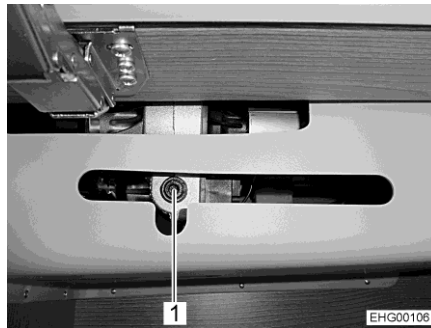
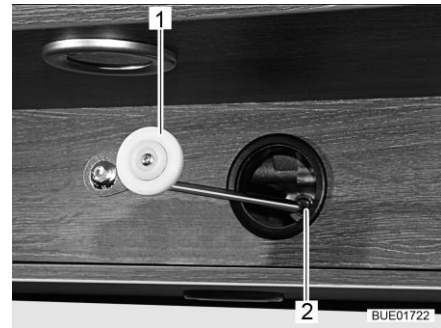

Fig. 146 Acceso al accionamiento
Fig. 147 Manejo mecánico, accionamiento
- Si el alojamiento (Fig. 146,1) para el accionamiento está instalado en el armario de pared: abrir el armario de pared.
- Insertar la manivela (Fig. 147,1) entregada o una llave Allen en el alojamiento en el motor (Fig. 146,1 y Fig. 147,2).